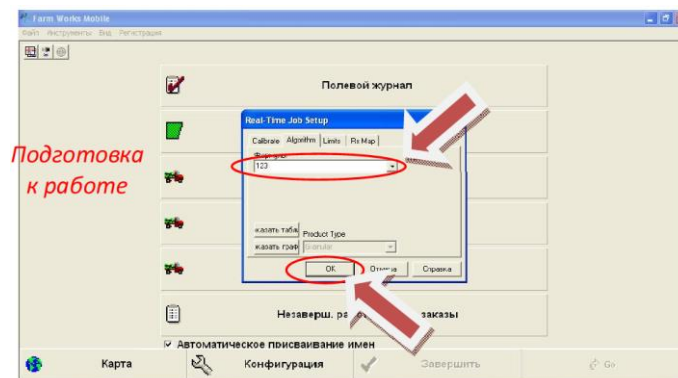

Рисунок 12.12 –
9. Если предварительная калибровка не требуется, то выбрать ранее сохраненную калибровку из списка и нажать **ОК** (рисунок 12.12).